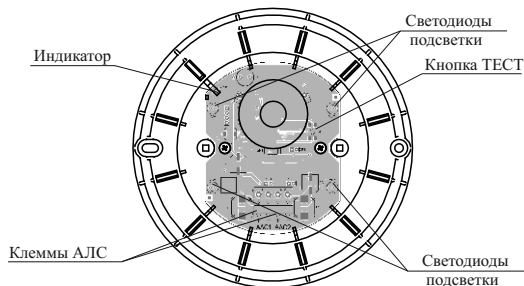

Рисунок 3
5.5 Контроль работоспособности оповещателя осуществляется нажатием на кнопку ТЕСТ (рисунок 3). При контроле оповещатель переходит в состояние «Тест», при котором индикатор непрерывно светится. Состояние «Тест» удерживается оповещателем до получения команды «Снять тест», формируемой прибором. В журнале событий прибора регистрируются записи «Тест есть», а по команде «Снять тест» – «Тест нет».